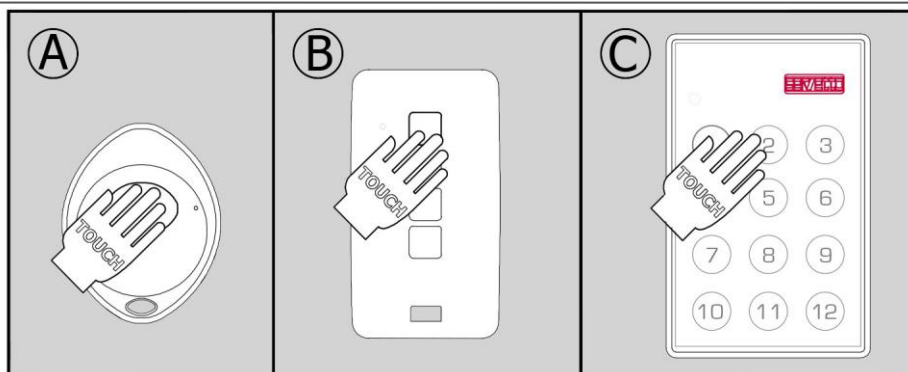

Рис.23
- 2 - Нажмите желаемую кнопку на пульте дистанционного управления (Рис. 23), вы услышите еще один "VIP" сигнал.
Доступные пульты дистанционного управления (см. Рис. 23):